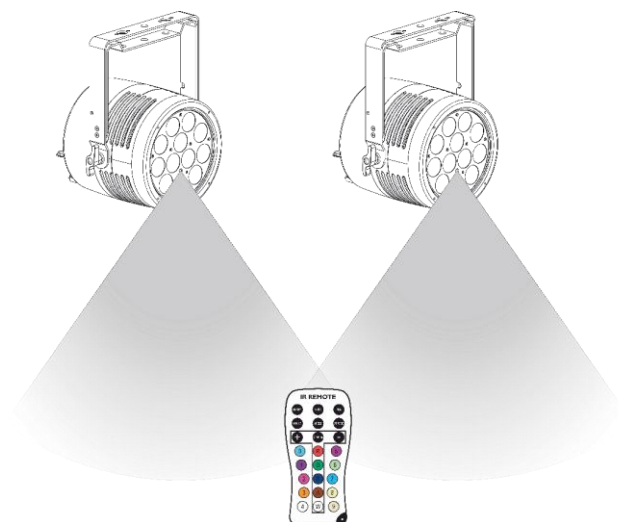
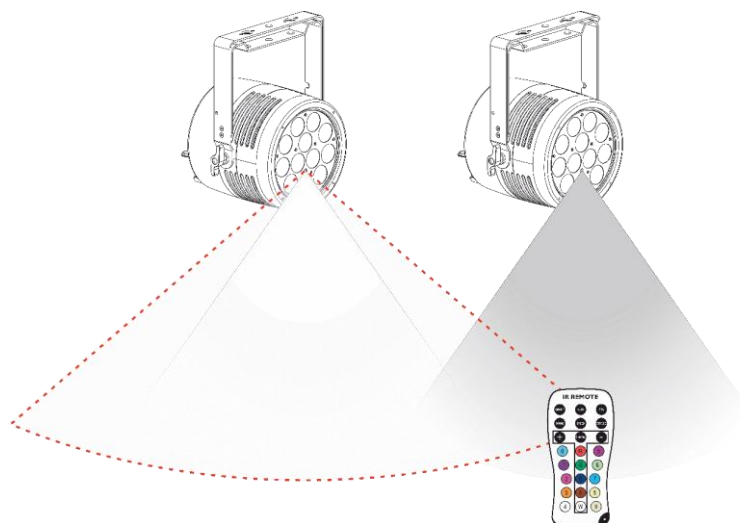

Fig. 12
Fig. 13
Con il telecomando è possibile controllare più dispositivi contemporaneamente. Assicurarsi di puntare il telecomando verso il **sensore a infrarossi (05)** del dispositivo o del gruppo di dispositivi che si vuole controllare, come illustrato nella Fig. 12. Se si punta il telecomando verso il **sensore a infrarossi (05)** del dispositivo al di fuori del raggio d'azione del sensore, il dispositivo non risponderà al telecomando (Fig. 13).